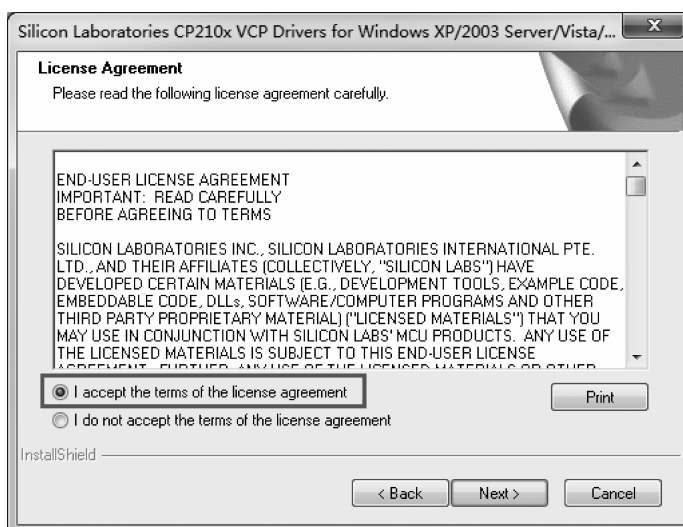

图 1.10 驱动安装界面 3
(3) 单击 Next 按钮, 并选择 I accept the terms of the license agreement 选项, 如图 1.10 所示。